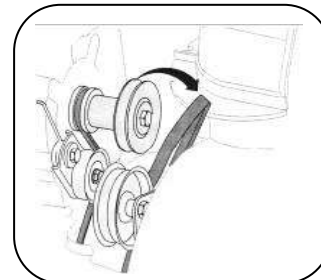

Рис.23
3. Снимите ремень шнека со шкива двигателя. См. рис. 23.